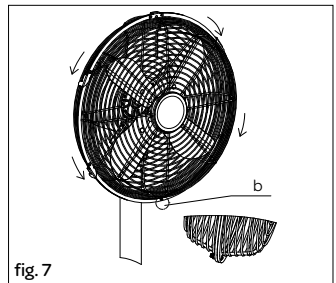

fig. 7
- Schroef met het boutje en het moertje de korven aan de onderkant [b] aan elkaar vast - fig. 7.